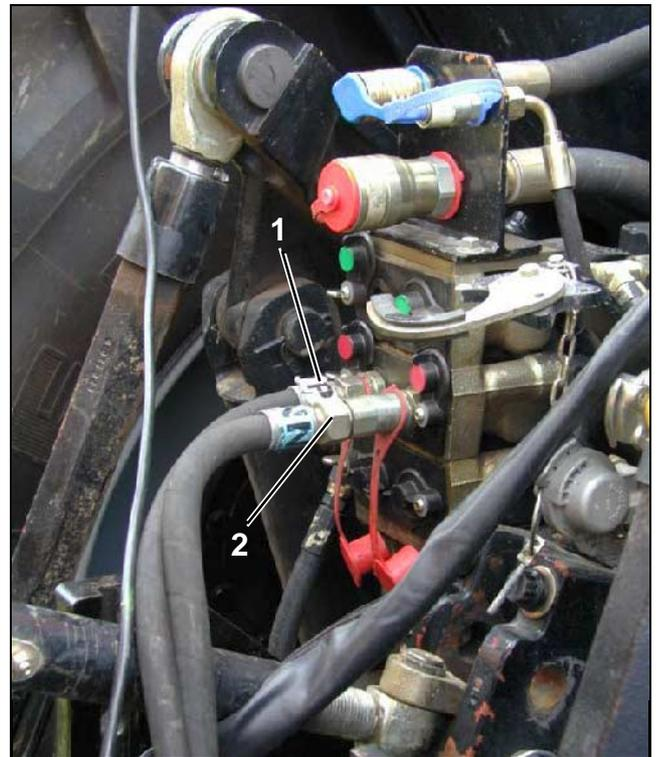

Fig. 8.35
- 1 aparato de control de efecto simple para la conexión de la tubería de presión (Fig. 8.35/1).
- 1 retorno sin presión para la conexión de la tubería de retorno (Fig 8.35/2).